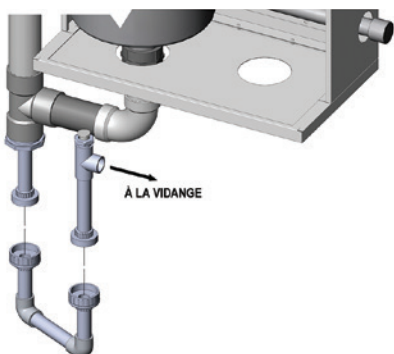

Figure 16 : Démontage du collecteur de condensat pour fins de nettoyage
- pour les systèmes de série 40 et PVC et PVC-C, voir la Figure 16.